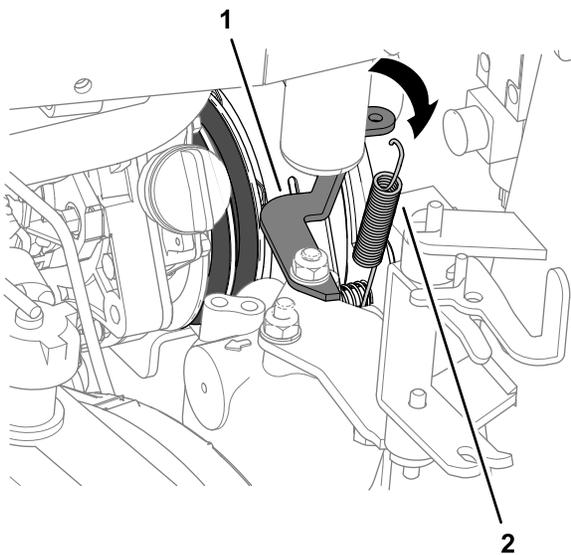

Figura 90
5. Dal lato del radiatore, sganciate la molla dell'ammortizzatore della frizione dalla staffa a molla (Figura 90).
- Agganciate la molla dell'ammortizzatore della frizione tra il bullone interno della piastra della frizione e la staffa a molla; fate riferimento alla Figura 90 in Rimozione delle cinghie della PDF (pagina 68).